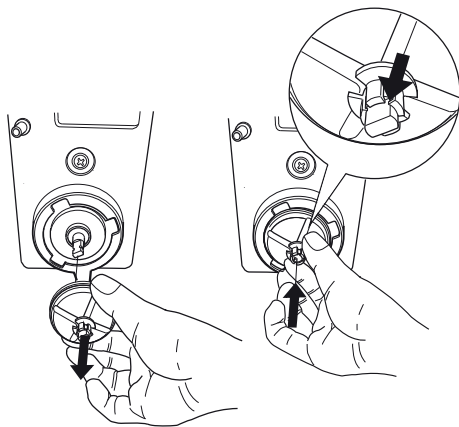

Abb. 10
- Für die Herausnahme der Gebläse genügt ein leichtes Ziehen (Abb. 10);